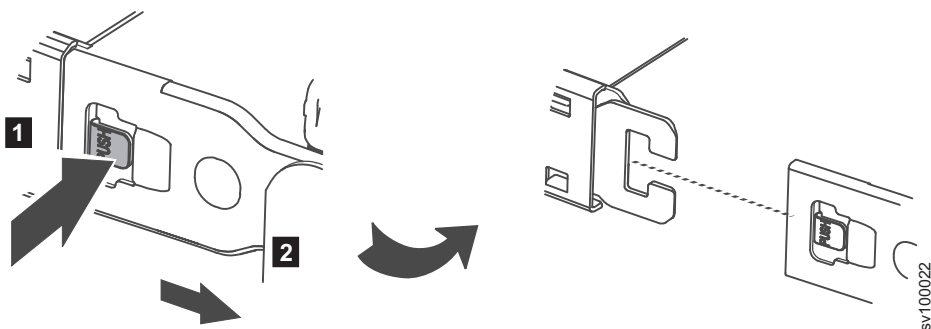

Figura 4. Liberando o membro externo do suporte para organização de cabos
3. Solte o membro externo, conforme mostrado em Figura 4 na página 15.